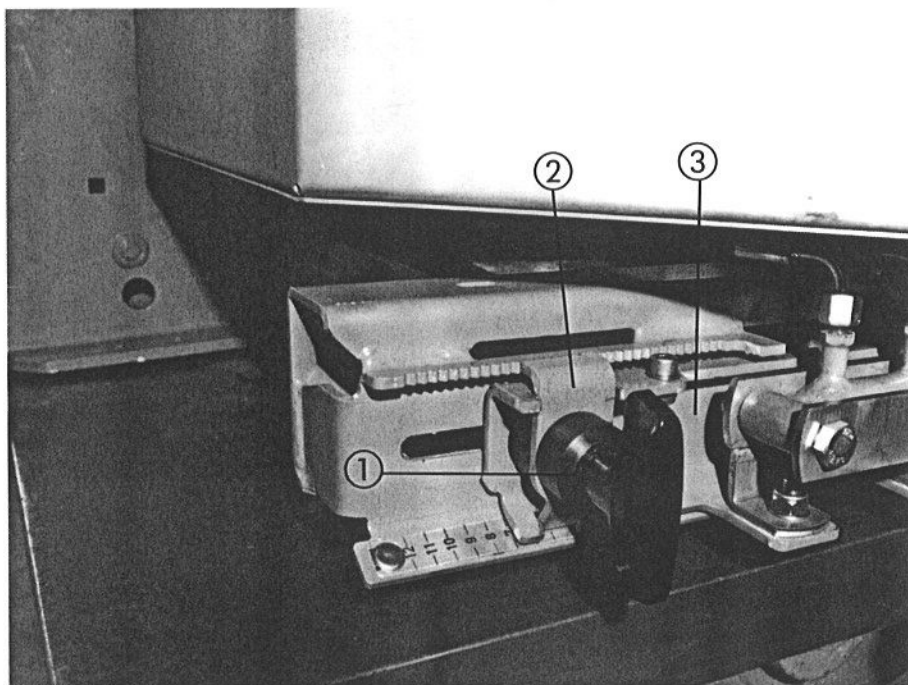

Bild 5
Der Düngeraufgabepunkt läßt sich an Hand der feingestufteten Skala an der Streuseite einstellen. (In Bild 5 ist der Düngeraufgabepunkt auf Position 7 eingestellt). Die Veränderung des Aufgabepunktes dient der Einstellung der Arbeitsbreite und der Anpassung an verschiedene Düngersorten. Beim Verstellen in Richtung **kleinerer** Zahlen, wird der Dünger früher abgeworfen, und somit mehr Dünger direkt hinter den Düngestreuer gestreut, wodurch sich entsprechende Streubilder für **kleinere Arbeitsbreiten** ergeben. Beim Verstellen in Richtung **größerer** Zahlen, wird der Dünger später abgeworfen, und damit mehr nach außen in die Überlappungszonen gestreut, wodurch sich entsprechende Streubilder für **größere Arbeitsbreiten** ergeben.
- ◆ Knebelschraube (Bild 5; Nr.1) lösen, bis das Rastelement (Bild 5; Nr.2) aus der Rasterung ausgerastet werden kann.
- ◆ Schiebeteil (Bild 5; Nr.3) auf den gewünschten Aufgabepunkt laut Streutabelle / Skala einstellen.
- ◆ Schiebeteil (Bild 5; Nr.3) mittels Knebelschraube (Bild 5; Nr.1) und Rastelement (Bild 5; Nr.2) arretieren (Grundeinstellung).